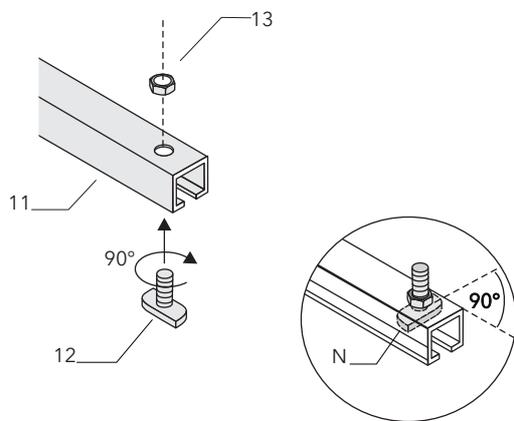
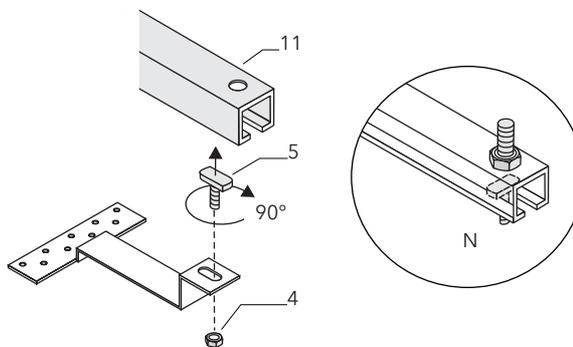

Bild 8 Vorbereiten der Montageschienen am Boden
Bild 9 Befestigung der Montageschiene an den Dachankern
● **Montageschienen befestigen (Bild 8 und 9)**
Bereits am Boden die Schrauben zur späteren Befestigung des Kollektors montieren. Dazu nach Bild 8 die Hammerkopfschrauben (12) in die Bohrung an den 4 Schienenenden (11) einfädeln und mit Mutter (13) verschrauben. Hammerkopfschraube nach Einführen um 90° drehen, Mutter mit Flanke rechtwinklig zur Schiene ausrichten. Auf korrekte Positionen achten (Bild 8 - N)! Montageschienen auf je 2 senkrecht übereinander stehenden Dachankern mit Hammerkopfschrauben (5) befestigen. Dazu den Hammerkopf wie in Bild 9 gezeigt in Schiene einführen und um 90° im Uhrzeigersinn drehen. Schiene (11) auf Anker aufsetzen, Hammerkopfschraube (5) durch Langlochbohrung führen und Mutter (4) aufdrehen.